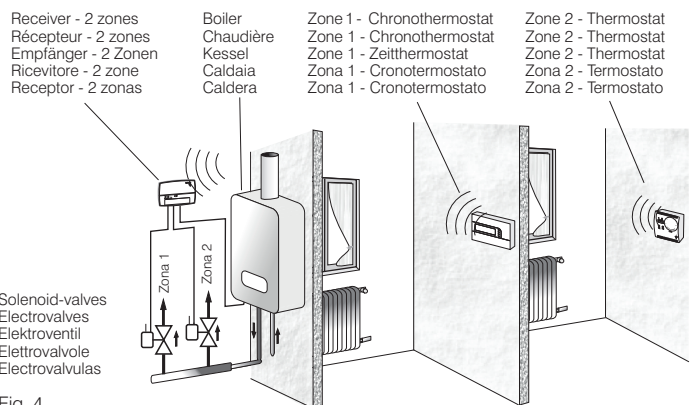

Fig. 4
B) Sistema de 2 zonas (fig. 4) - compuesto por: